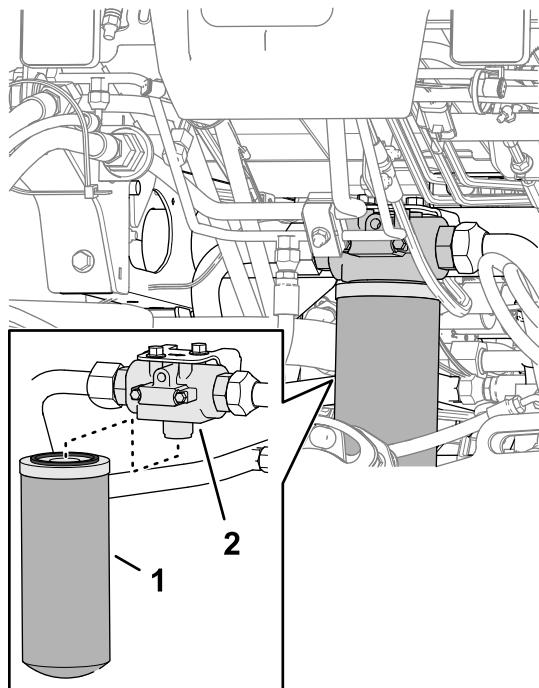

Figure 149
2. Placez un bac de vidange sous le filtre de retour, à l'avant de la machine (Figure 149).
- Figure 149